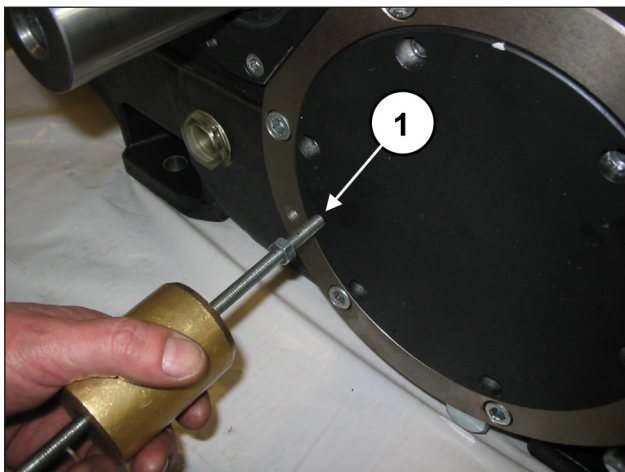

Рис. 12
Для удобства демонтажа используйте 2 штифта или винта М8 (поз. ①, Рис. 12) в качестве съемников.